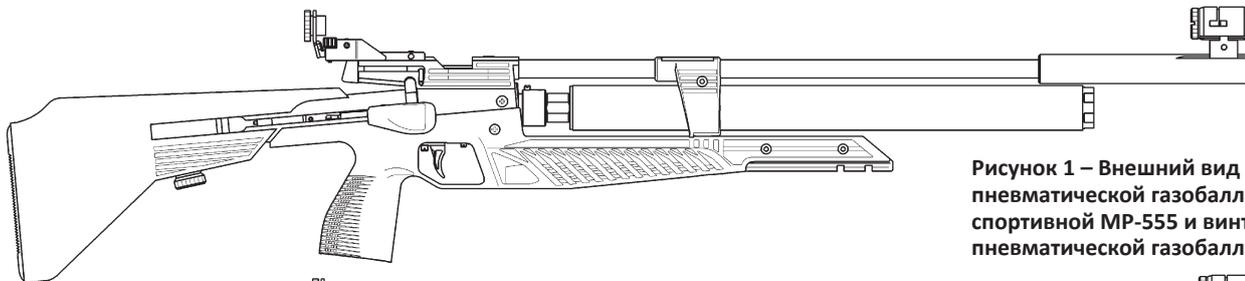

Рисунок 1 – Внешний вид винтовки пневматической газобаллонной спортивной МР-555 и винтовки пневматической газобаллонной МР-555С
1.1.1 Винтовка пневматическая газобаллонная спортивная MP-555 и винтовка пневматическая газобаллонная MP-555C (рисунок 1), винтовка пневматическая газобаллонная спортивная многозарядная MP-555K и винтовка